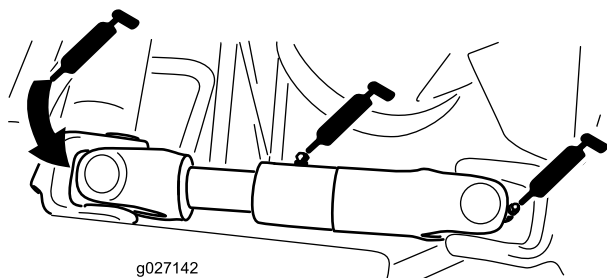

Рисунок 47
- Универсальный шарнир вала привода насоса (3) (Рисунок 47)